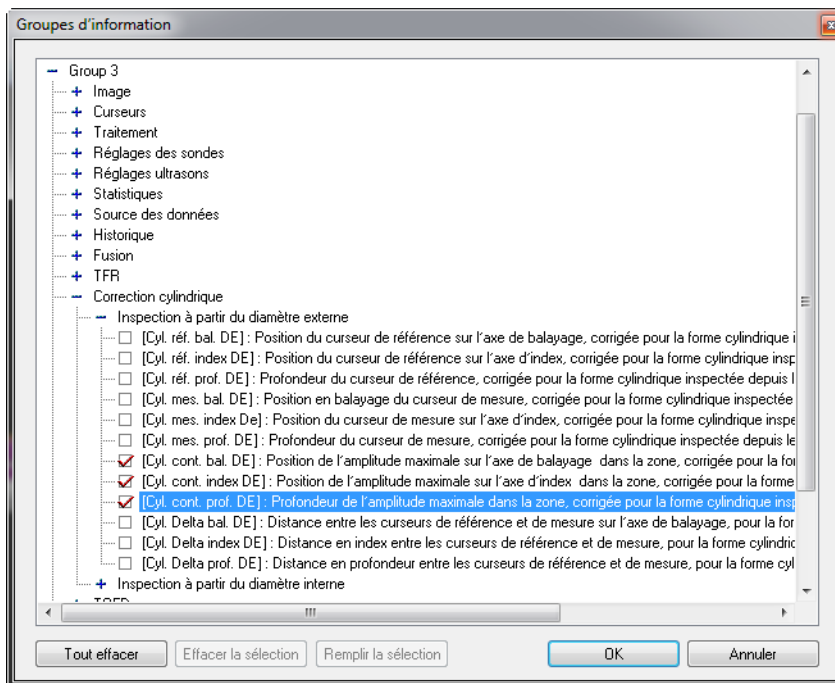

Figure 7-67 Sélection de paramètres liés au DE
1. Veillez à ce qu'au moins le curseur de référence (rouge) soit présent dans la vue de côté corrigé pour le volume (B) avant d'activer la correction cylindrique.
2. Sélectionnez les champs d'information applicables (liés au DE ou au DI) comme suit dans la vue de côté (B) corrigée pour le volume :
- a) Cliquez dans la vue de côté (B) corrigée pour le volume pour qu'elle devienne la vue active.
- d) Cliquez sur **Group 3** et ensuite sur **Correction cylindrique** (voir la Figure 7-67 à la page 428).
- e) Dans le groupe **Correction cylindrique**, cochez les cases de l'information applicable (voir l'exemple dans la Figure 7-67 à la page 428 illustrant une sélection de paramètres liés au DE).